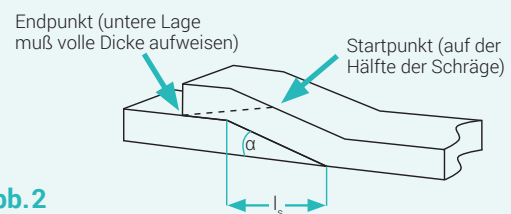

Abb. 2
- Zum Schließen des Dichtungsringes, das Dichtungsende über den zuvor abgeschrägten Anfang legen und ca. 10 - 15 mm überlappen lassen (Abb.2).
- Für den zweiten Schrägschnitt einen Start- und Endpunkt markieren (Abb.2).